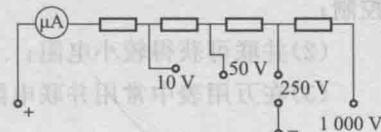

图 1-14
1. 如图 1-14 所示，有一只量程 $I = 400 \mu\text{A}$ ，内阻 $R_g = 250 \Omega$ 的微安表头，要改装成 10 V 、 50 V 、 250 V 、 1000 V 四个量程的电压表，问各分压电阻值是多少？